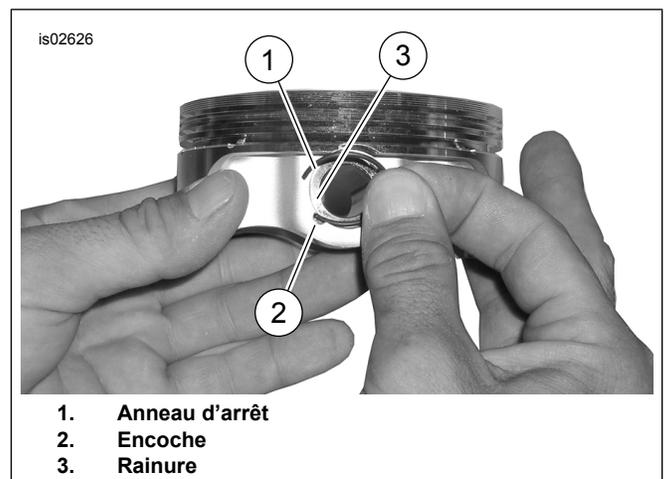

Figure 3. Anneau d'arrêt et piston
1. Consultez Figure 3 . Insérez l'extrémité ouverte de l'anneau d'arrêt (1) dans l'encoche (2) sur la rainure (3) autour de la bossage de l'épinglette du piston afin que l'écart soit à la position 12 ou 6 heures lors de l'installation.